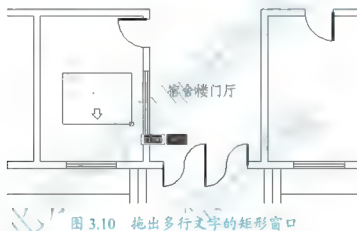

图 3.10 拖出多行文字的矩形窗口
(1) 将【文字】图层设置为当前层。
(2) 单击【绘图】工具栏上的【多行文字】图标A或在命令行输入“T”后按Enter键。
① 在指定第一角点:提示下,在宿舍楼底层平面图的“值班室”内单击一点,作为文字框的左上角点。
② 在指定对角点或[高度(H)/对正(J)/行距(L)/旋转(R)/样式(S)/宽度(W)]:提示下,将光标向右下角拖出矩形框(见图3.10)后单击,此时打开【文字格式】对话框和文字输入区域。